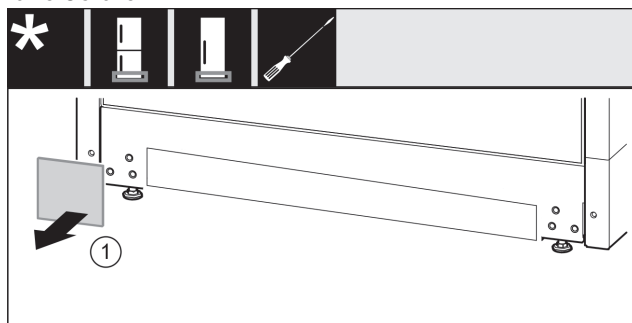

Fig. 31
- ▶ Abdeckung Fig. 31 (1) abnehmen.